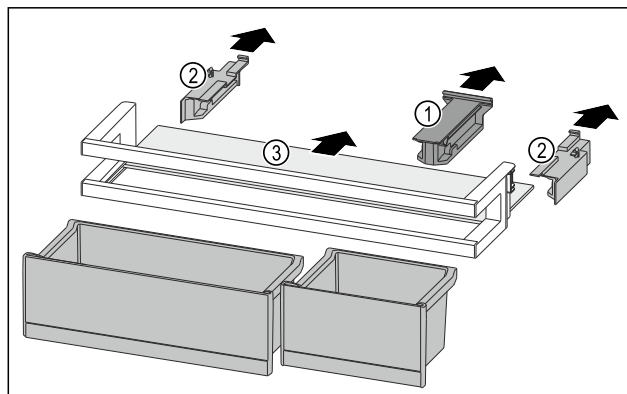

Fig. 213
- ▶ Снимите крепление Fig. 213 (1).
- ▶ Снимите боковые части Fig. 213 (2).
- ▶ Извлеките съемную полку Fig. 213 (3).